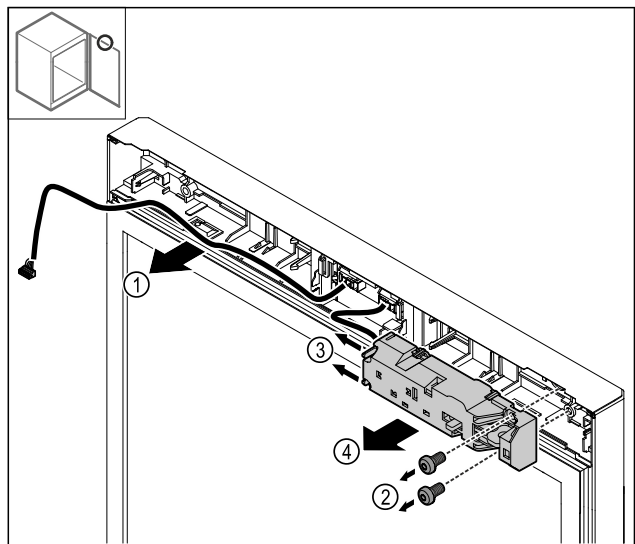

Fig. 24
- Sfilare il Fig. 24 (1) cavo.